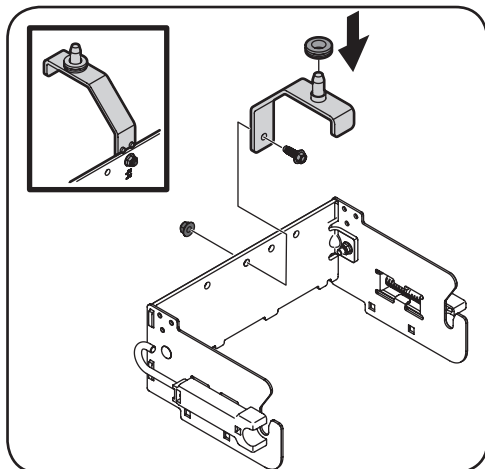

Figure 1-2
3. Retournez le support d'attelage assemblé et fixez le support du support d'attelage (réf. 2) dans le trou central du support arrière avec un boulon hexagonal (réf. 10) et un écrou autobloquant à bride (réf. 12). Voir Figure 1-2.
4. Placez la bague en caoutchouc sur la goupille au bas du support d'attelage. Voir Figure 1-2.